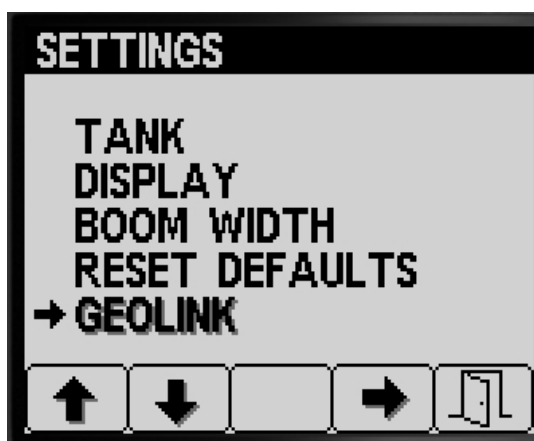

Figura 36
1. Prima o botão 1 ou 2 no ecrã DEFINIÇÕES até encontrar a opção GEOLINK (Figura 36).
2. Prima o botão 4 para seleccionar a entrada GeoLink (Figura 36).